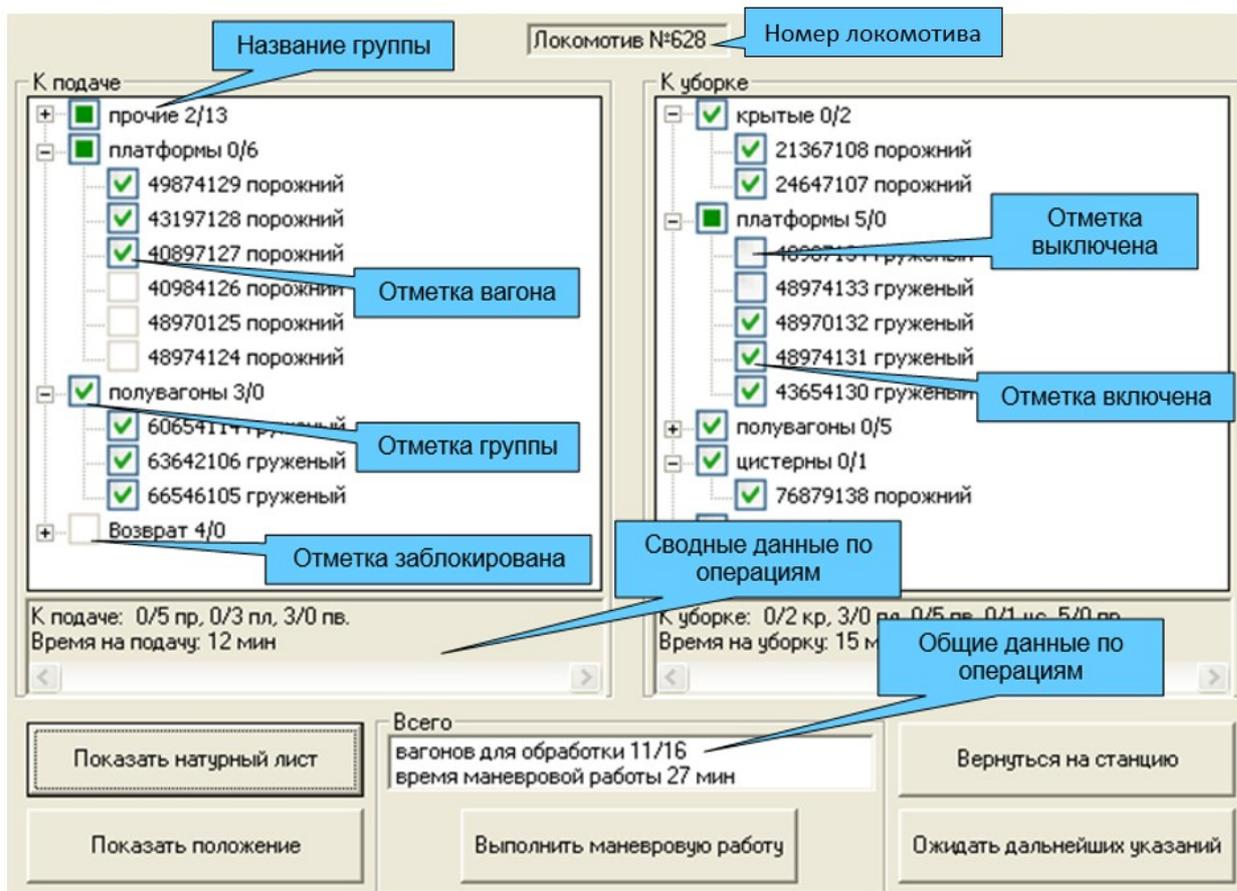
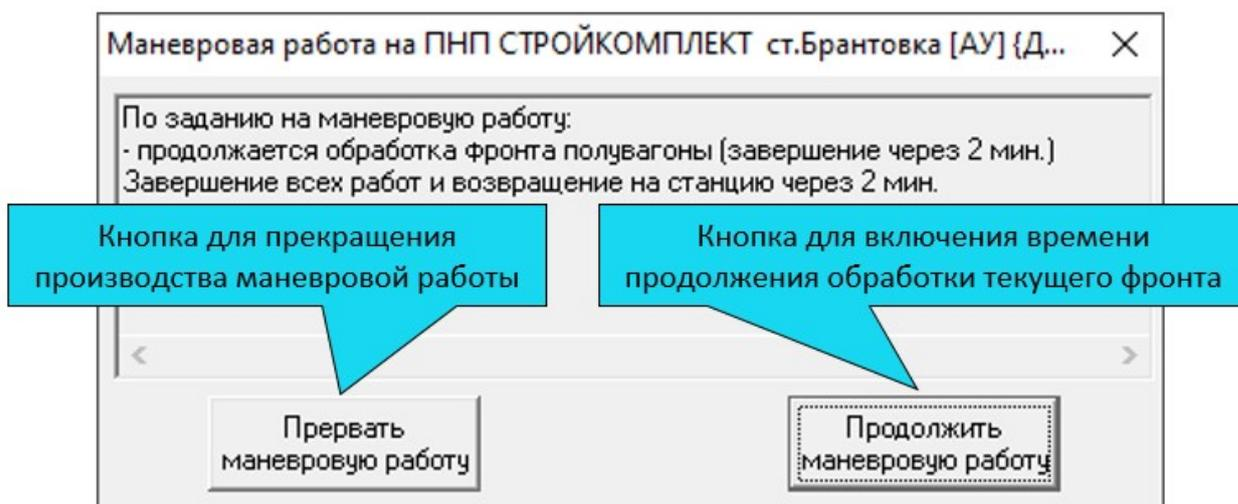
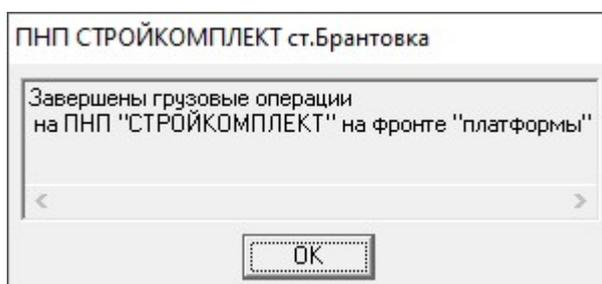

Рис.8 Окно «Задание на маневровую работу на ППП».
Рис.10 Окно выполнения маневровой работы
Рис.12 Сообщение о готовности вагонов к уборке.
- «Маневровая работа» – вызывает окно маневровой работы «Задание на маневровую работу на ПНП» (рис.8) или окно выполнения маневровой работы «Выполнение маневровой работы на ПНП» (рис.10) в зависимости от того, началась данная работа или нет. Пункт активен только при нахождении локомотива на ПНП.
3. Нажатием кнопки «Показать положение» в окне «Задание на маневровую работу на ПНП» (Рис.8).
Далее располагается опция «Сообщать по готовности вагонов к уборке». При включении данной опции активируется функция сообщений, которая при наступлении момента окончания грузовых операций на фронте выводит пользователю окно с сообщением о завершении грузовых операций (рис.12).
- Маневровая работа – вызывает окно маневровой работы (Рис.8) или окно выполнения (Рис.10) в зависимости от того, началась данная работа или нет;
Для планирования маневровой работы необходимо вызвать окно «Задание на маневровую работу на ПНП» (рис.8) одним из следующих способов:
- Кнопка «Прервать маневровую работу» в окне «Выполнение маневровой работы на ПНП», если маневровая работа уже производится (рис.10).
Кнопка «Показать положение» служит для вызова окна «Положение на ПНП» (рис.10).
Данное окно служит для получения информации о ходе выполнения маневровой работы на ПНП и имитирует процесс общения игрока с работником станции (составителем или главным кондуктором), который непосредственно выполняет данную работу (рис.10).
При включенной опции «Сообщать по готовности вагонов к уборке» (рис.10) по окончании погрузки (выгрузки) на экран выводится сообщение об окончании грузовых операций (рис.12).
2. Откройте окно «Задание на маневровую работу на ПНП» (рис.8).
2. По приказу – нажатием кнопки «Вернуться на станцию» в окне «Задание на маневровую работу на ПНП» (рис.8) с последующим подтверждением.
При выезде по приказу при локомотиве находятся все вагоны, перечисленные в поле «К подаче» окна «Задание на маневровую работу на ПНП» (рис.8), независимо от состояния их отметок. Локомотив без вагонов (резервом) может выехать с ПНП, только в том случае, когда все вагоны поданы, а уборки с грузовых фронтов не производилось.